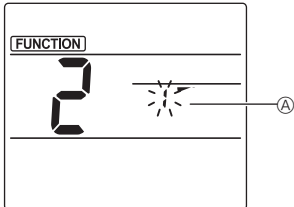

Fig. 3-2
- ② Sélection du numéro d'ailette (Fig. 3-2)